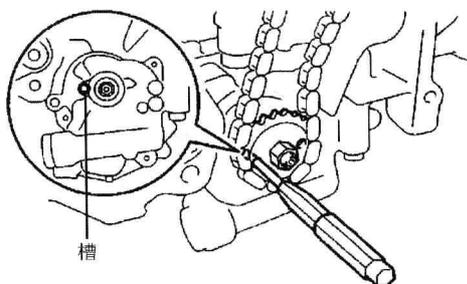

图 1-26 拧紧螺母
(7) 对准机油泵驱动轴链轮的调节孔与机油泵的槽。
(8) 将一个直径为 4 mm 的条插入机油泵驱动轴齿轮的调节孔内，将齿轮锁止，如图 1-26 所示。